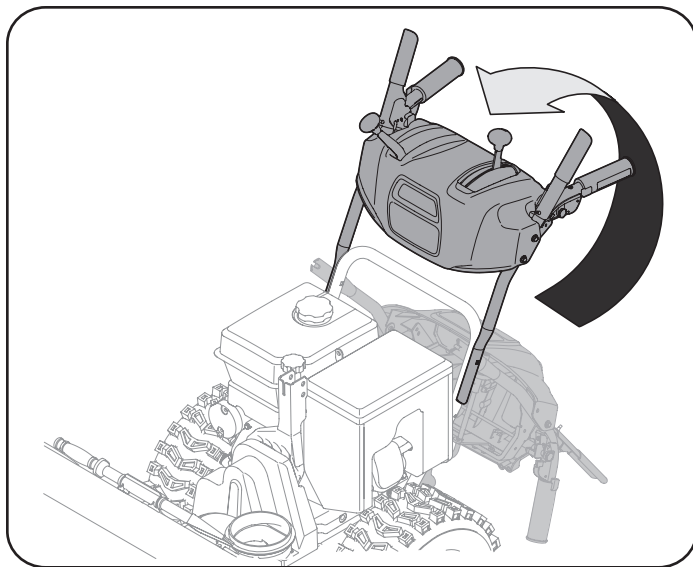

Figura 5
- Coloque la palanca de cambios en la posición de avance (F) 6 o en la velocidad más rápida hacia adelante (si viene equipada).
- Tire hacia arriba y hacia atrás de la manija superior, tal y como se muestra en la Figura 5. Cuando usted levanta el mango hacia arriba, asegúrese que ambos finales del cable de centro son colocados correctamente en los soportes. Alinee la manija superior con la manija inferior.